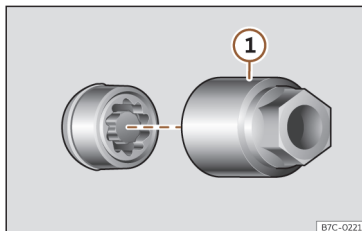

Fig. 40 Parafuso antirroubo da roda com capa de proteção e adaptador.
- Encaixe o adaptador especial»» **Fig. 40** ① (ferramenta de bordo)»» **Página 48**) no parafuso antirroubo da roda até ao limite.